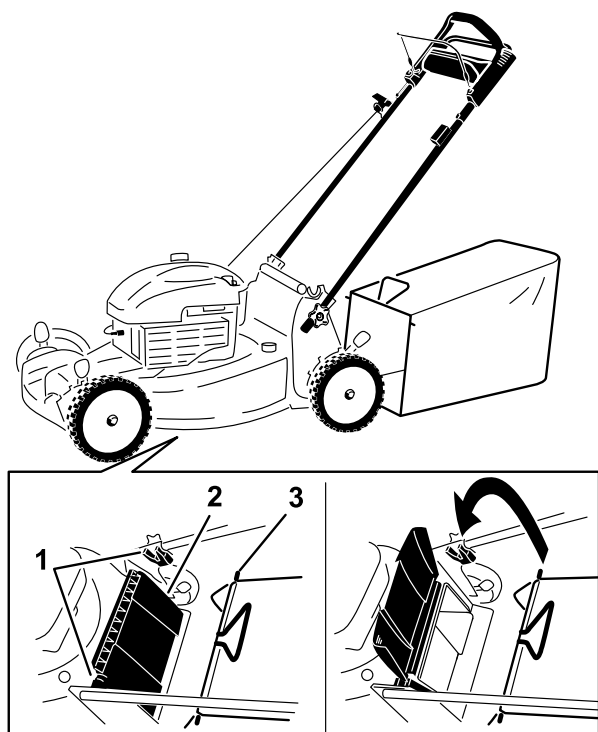

Рисунок 18
1. Поднимите и удерживайте задний отражатель (Рисунок 18).
- Установите мешок для сбора скошенной травы и убедитесь в том, что стержни мешка вошли в пазы на рукоятке (Рисунок 18).